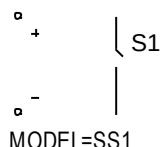

Рис. 5.46 – Ключ S-типа
5.5.2 S-ключ (V-switch), управляемый напряжением (рис. 5.46)